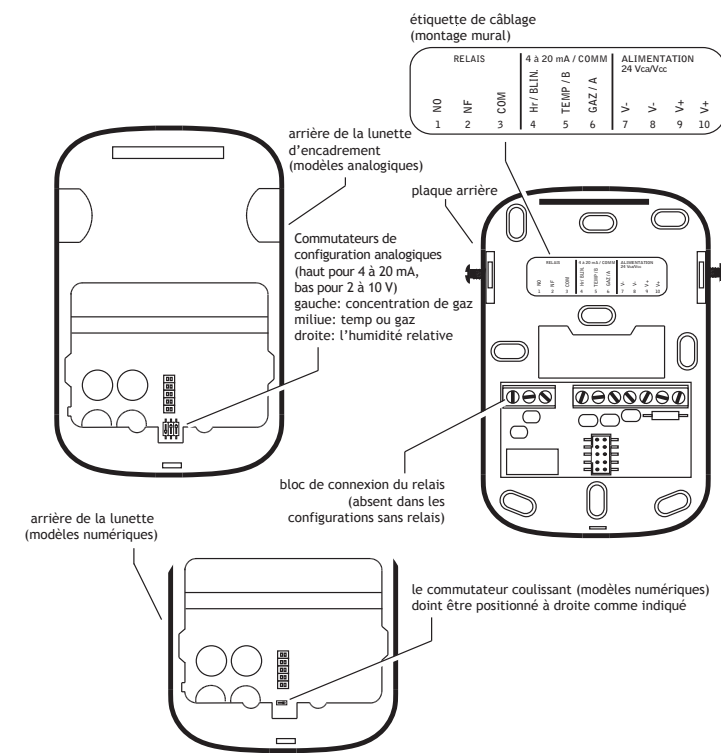

Figure 2: câblage du moniteur monté sur mur
7. Brancher chaque fil à sa borne correspondante sur la plaque arrière, conformément à la Figure 2.